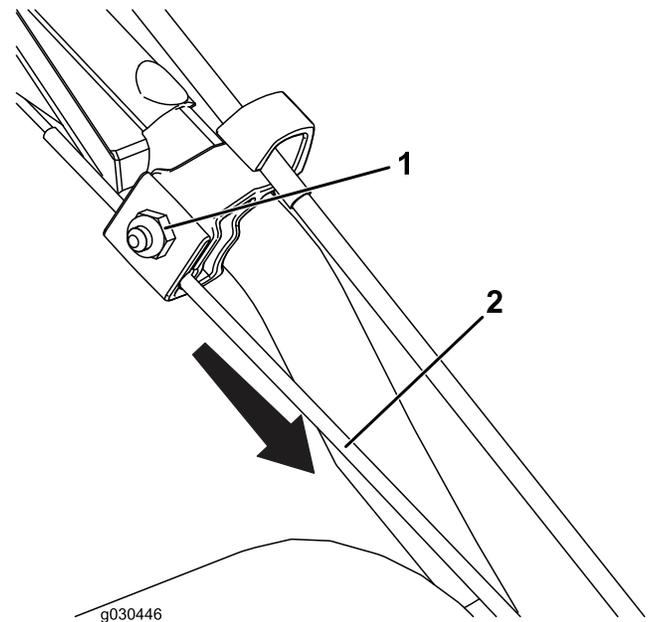

Figura 26
1. Afloje la tuerca de la abrazadera superior del cable, pero no la retire (Figura 26).
2. Tire hacia abajo del cable para eliminar casi toda la holgura del cable (Figura 26).
3. Apriete la tuerca (Figura 26).